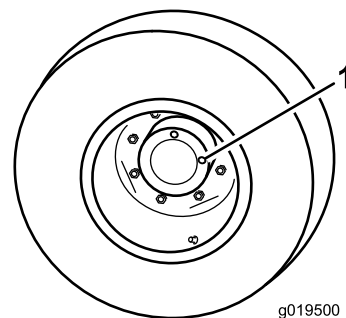

Рисунок 104
1. Поставив машину на ровную поверхность, расположите колесо так, чтобы одна контрольная пробка находилась в положении «12 часов», а вторая — в положении «3 часа» (Рисунок 104).
2. Снимите пробку, находящуюся в положении «3 часа» (Рисунок 104).